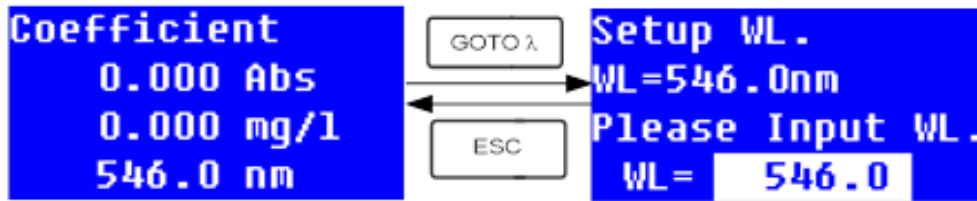

Figura 24
- Presione GOTO λ para ingresar la longitud de onda a la que se analizarán las muestras, use las teclas ▲ o ▼ para determinar el valor y presione ENTER para confirmar (figura 24).